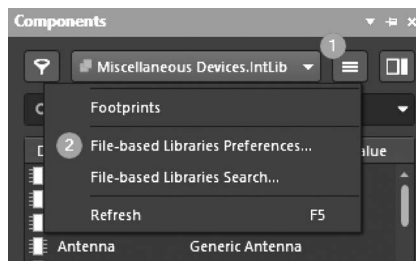
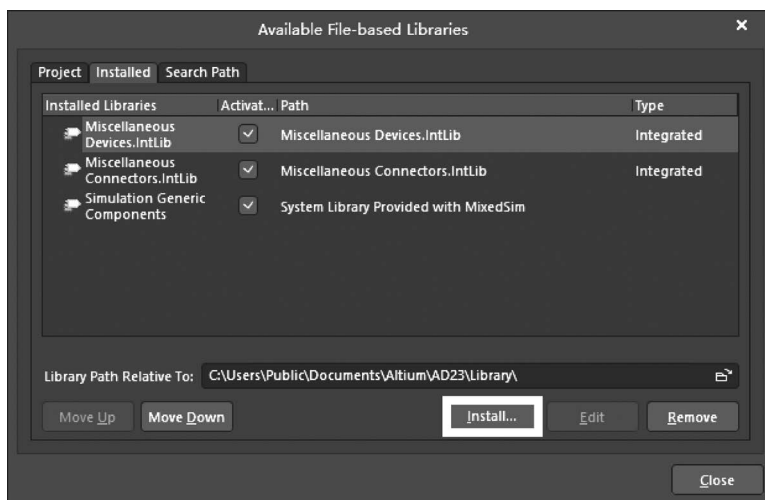

图 3-1 元器件库浏览界面
图 3-2 添加文件库浏览界面
(1) 在当前 AD 软件主界面选择 View→Panels→Components 命令,打开如图 3-1 所示的元器件库浏览界面。
(2) 在图 3-1 所示的界面内,右击  按钮选择 File-based Libraries Preferences... 命令,打开如图 3-2 所示的 Available File-based Libraries(可利用的文件库)界面,选择 Installed(已安装)标签。
(3) 单击图 3-2 界面下方的 Install...按钮。